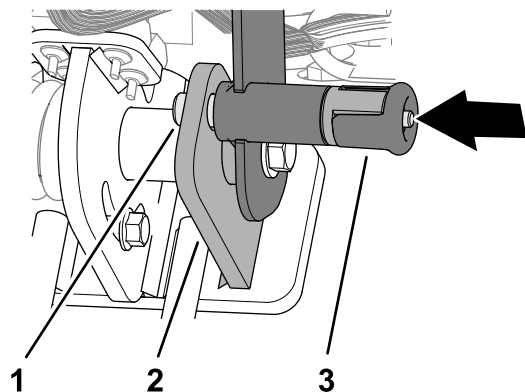

Figura 73
2. Assicuratevi che il perno di fissaggio della maniglia passi attraverso il foro fino all'interno della piastra di arresto (Figura 73).